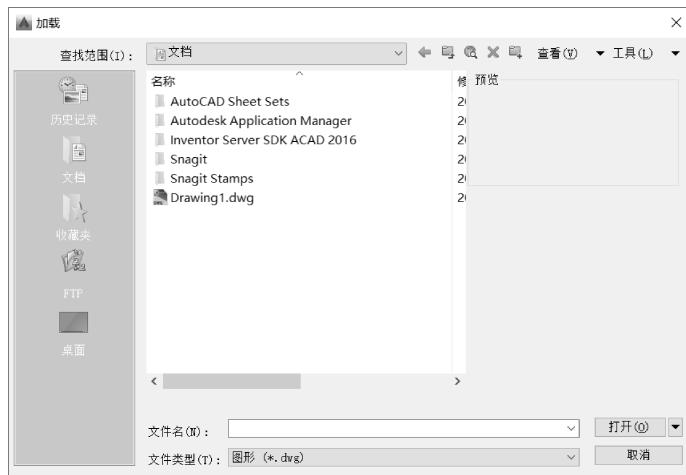

图 10-12 “加载”对话框
- “打开”按钮：用于在内容框显示指定图形文件的相关内容。单击该按钮，打开“加载”对话框，如图 10-12 所示。通过该对话框选择图形文件后，单击“打开”按钮，树状列表框中显示出该文件名称并选中该文件，在内容框中显示出该图形文件的对应内容。